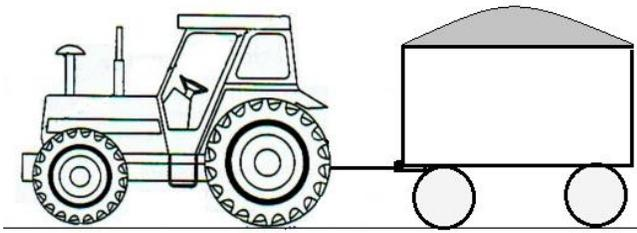

Figura 1.
- a) Calcular la fuerza límite necesaria (T) que deberá ejercerle el acoplado para dejar el tractor en equilibrio inestable (considerar el tractor tiene cuatro valijines sobre el tren delantero). Figura 1. Rta: 11460 kg.